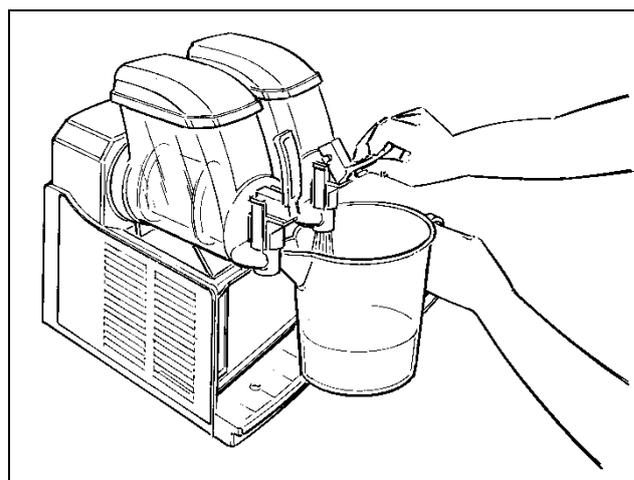

Fig. 3
- **V**acíe la cubeta y repita las mismas operaciones hasta que de la misma salga agua limpia (fig.3).